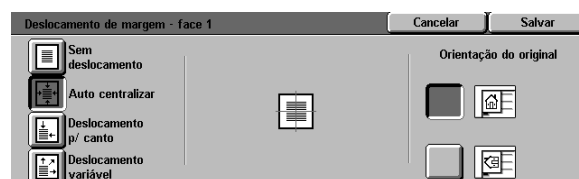

Figura 20: tela Deslocamento de margem com a opção Auto centralizar selecionada
- 3 Toque no ícone **Auto centralizar** para exibir a tela de detalhes Auto centralizar, conforme ilustrado na Figura 20.